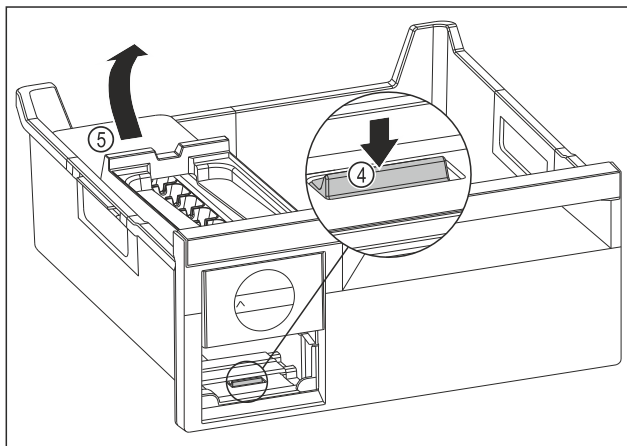

Fig. 111
- ▶ Odoberte korpus EasyTwist-Ice: Strmeň Fig. 111 (4) zatlačte prstom nadol a súčasne druhou rukou zdvihnite zozadu korpus EasyTwist-Ice Fig. 111 (5).